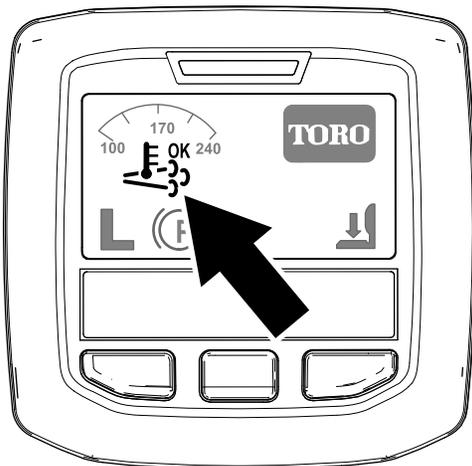

Figura 28
- O ícone da regeneração assistida/de reposição surge no InfoCenter (Figura 28).